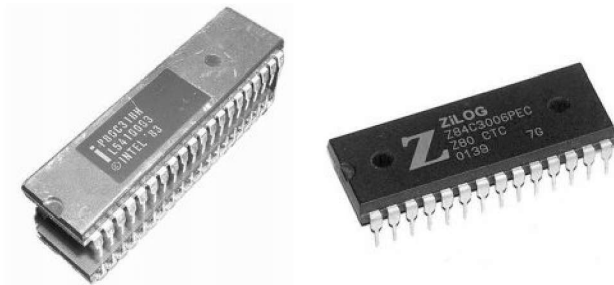

图 0-1 Intel 的 8031 与 Zilog 的 Z80
(1) SCM(Single Chip Microcomputer)阶段,即单片微型计算机阶段,出现在 20 世纪 70 年代。典型的产品有 Intel 的 8031、Zilog 的 Z80 等,如图 0-1 所示,即 MCS-51 系统,在单芯片上集成了 CPU、I/O、存储器、总线等,使用计算机语言进行编程控制。SCM 与通用计算机具有完全不同的思路,它把计算机的几大模块都集成于芯片中。它的设计重点在于各种设备的控制与实现。这个时期的芯片还需要大量的外围扩展芯片来实现各种控制,用一块电路板来完成一个微机控制系统,因此也称为单板机。尽管其在性能上与通用性上与计算机相差甚远,但在家电、仪器仪表、工业控制上受到了广泛的应用,掀起了一股数字化的热潮。SCM 的出现,奠定了嵌入式系统发展的方向。